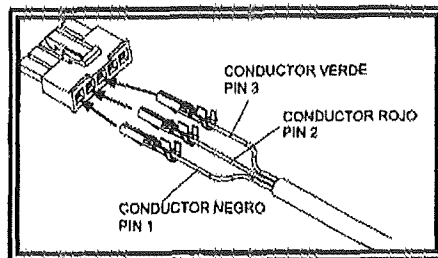

Figure 3
6. Tournez les broches avec le côté ondulé vers le haut, puis insérez-les dans le connecteur comme indiqué sur la figure 3.
- Press the ON/RESET button to switch it on (fig. 1). The meter performs a check on the display by showing all the segments briefly (fig. 2) and then on the display shows a similar status to that shown (fig. 3).